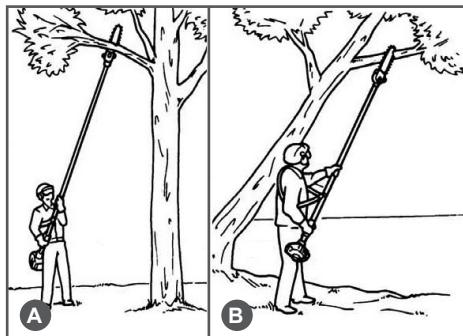

Рис. 17. Положение оператора при работе
3. При обрезке веток на вертикально стоящем дереве, рекомендуется рабочее положение высотореза под углом примерно 60° по отношению к дереву (Рис. 17А). При обрезке веток на наклонно стоящем дереве располагайтесь всегда по направлению наклона дерева (Рис.17В).